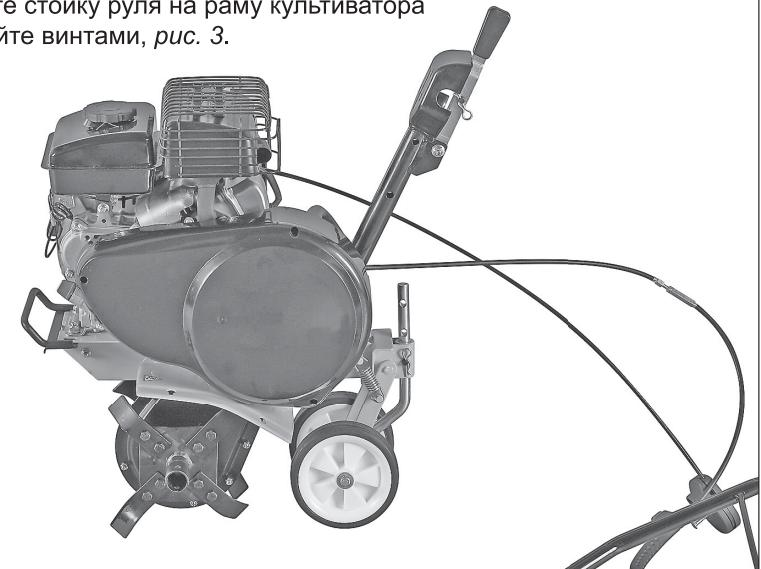

Рис. 3
1. Установите стойку руля на раму культиватора и зафиксируйте винтами, рис. 3.